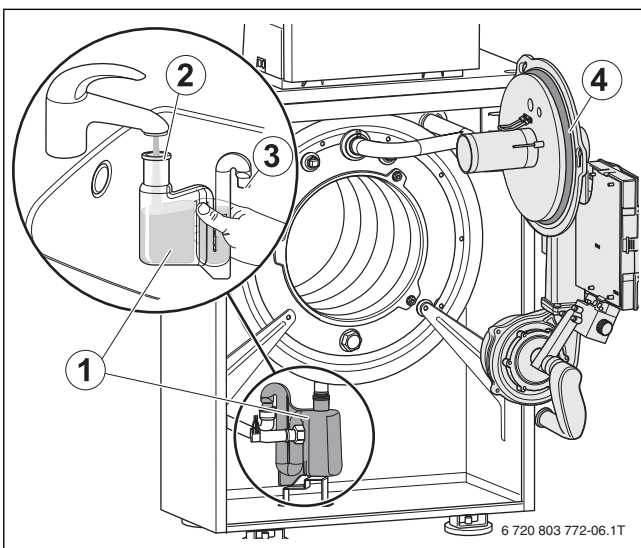

Bild 68 Siphon reinigen
- ▶ Vor Brennermontage den richtigen Sitz des O-Rings (→ Bild 68, [4]) überprüfen und ggf. korrigieren.